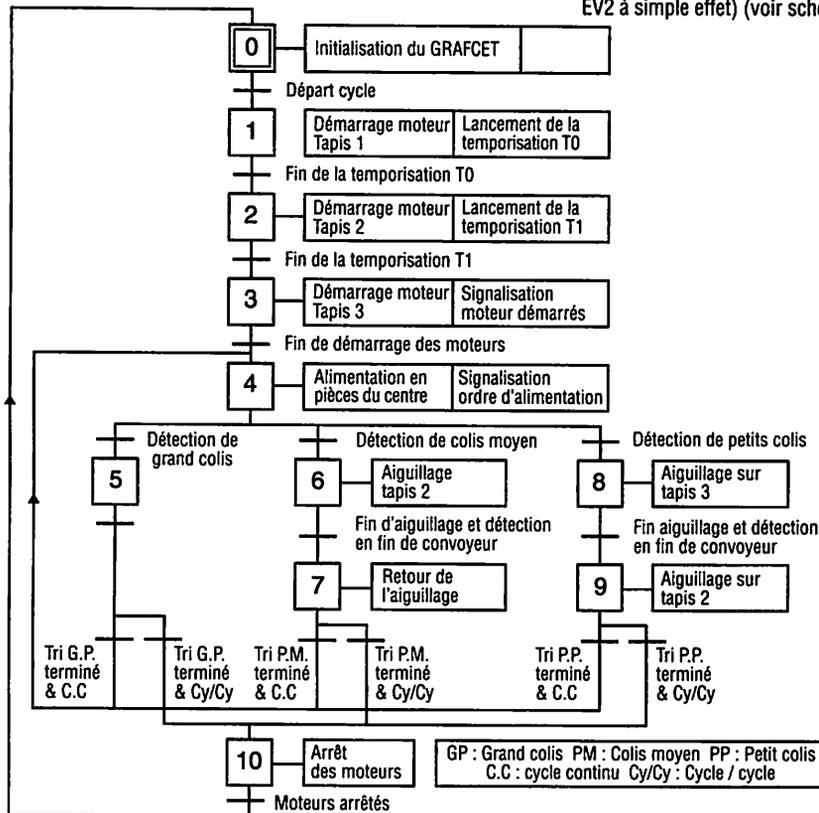

Fig. 8 : GRAFCET des spécifications fonctionnelles.
3.2. GRAFCET des spécifications fonctionnelles (fig. 8)